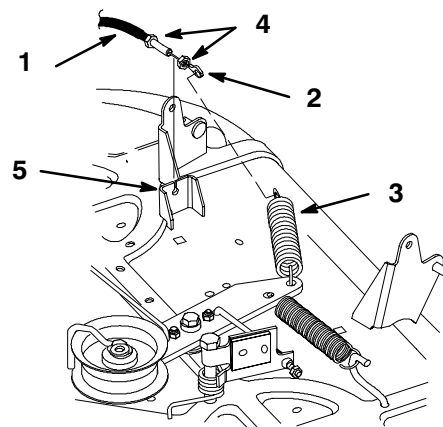

Abbildung 40
- Das Ringende des Mähwerkkabels von der Führungsrollenfeder lösen (Abb. 40).
- Die Gegenmutter am Haltebügel vom Mähwerkkabel entfernen. Das Kabel vom Bügel schieben (Abb. 40).